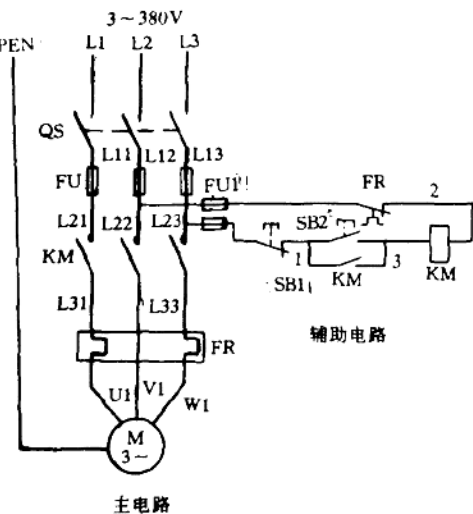

图 1-1 电动机启动控制电气原理图
如图1-1所示为鼠笼式电动机启动控制电气原理图。图中左侧粗实线图是主电路,右侧细实线图是辅助电路。主电路的构成:三相电源经开关QS→熔断器FU→交流接触器主触头KM→热继电器发热元件FR→电动机M。辅助电路的构成:停止按钮SB1→启动按钮SB2→
在绘制电气原理图时，有时将同一元件分解成几个部分，画在不同的回路中，但以同一文字符号标注，如图 1-1 中，接触器的主触头、辅助触头、线圈均用“KM”标注，热继电器的发热元件和动断触头均用“FR”标注。回路的排列，通常根据元件的动作顺序或电源到用电设备的元件连接顺序，水平方向从左到右、垂直方向从上到下画出。了解电气原理图的基本画法后，就容易看懂电路的构成情况，搞清电器元件间的相互控制关系，掌握电气基本原理。这对分析电路的工作过程、进行电气施工以及维修都是非常重要的。
1. 电动机启动控制电气原理图(如图 1-1 所示)